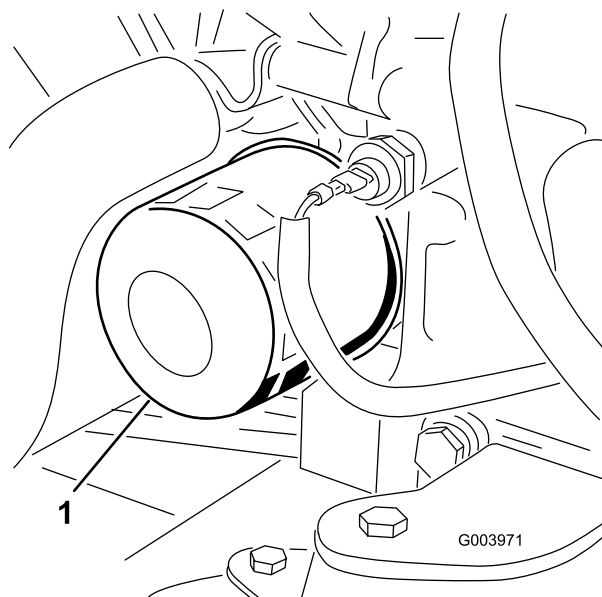

Figure 61
3. Déposez le filtre à huile (Figure 61).